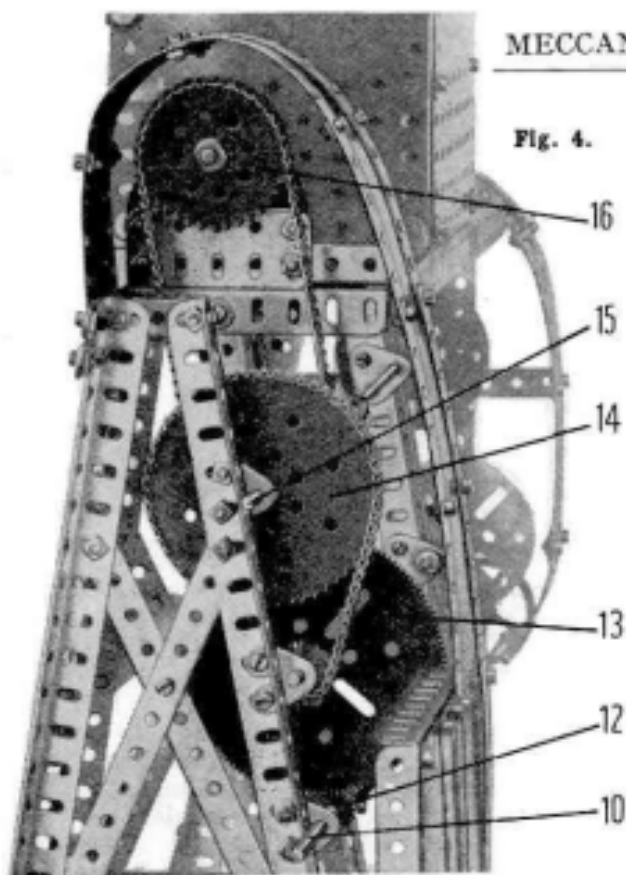

Fig. 4.
la tringle qui porte la roue dentée et est reliée par chaîne Galle à une roue de chaîne de 28 dents montée à l'extrémité de la tringle (10). Cette roue a été enlevée sur la figure 4 pour montrer les mécanismes.